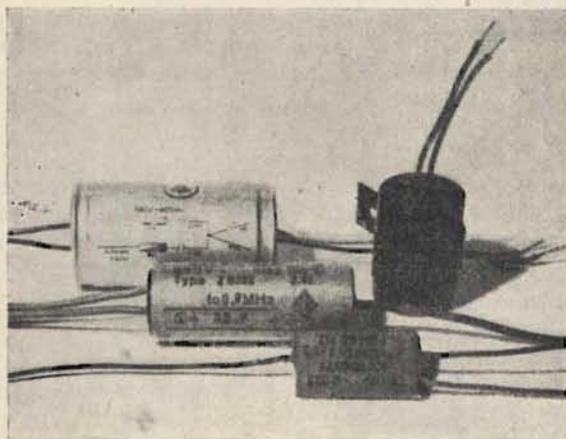

Fig. 6
*Negli apparecchi a corrente continua* si possono usare dei *condensatori* anche più grandi, poichè tanto non possono essere attraversati dalla corrente continua. La fig. 6 mostra alcuni *condensatori antiparassiti*. Le *induttanze* di protezione hanno valori di qualche mH (fig. 7). Non dobbiamo infatti dimenticare che i disturbi sono, per loro natura, *oscillazioni d'alta frequenza* e che *bastano pertanto valori relativamente esigui d'induttanza e di capacità per ottenere degli effetti sufficienti*. I valori delle resistenze vi sono già stati indicati. C'è poi un'altra cosa molto importante: i *condensatori antiparassiti* devono avere un isolamento tale da sopportare, in ogni caso, l'intera tensione nominale della rete cui sono allacciati. Le *bobine d'impedenza* d'altro lato, devono essere avvolte *con un filo abbastanza grosso*, da non provocare una caduta di tensione sensibile e da non riscaldarsi troppo per l'intensità massima di corrente che si presenta in esercizio.